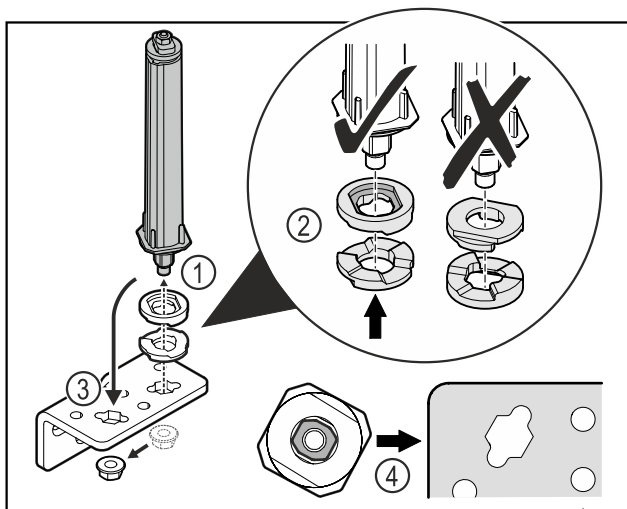

Fig. 40
- Løsn møtrikken, og fjern dørlukkesystemet Fig. 40 (1).
- Vær opmærksom på, at højdeindstillingsskiverne vender korrekt Fig. 40 (2).
- Flyt lukkesystemet i hængselvinklen, og fastgør med møtrikken Fig. 40 (3).
- Vær opmærksom på, at dørlukkesystemet vender korrekt, når det sættes i Fig. 40 (4).